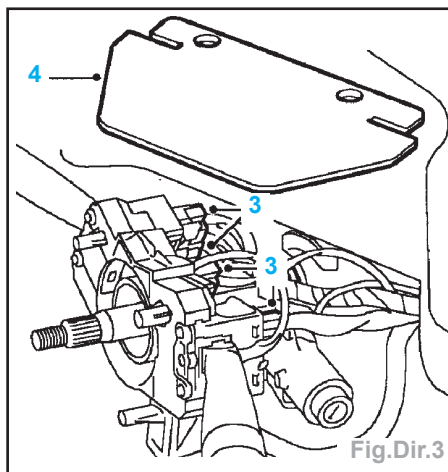
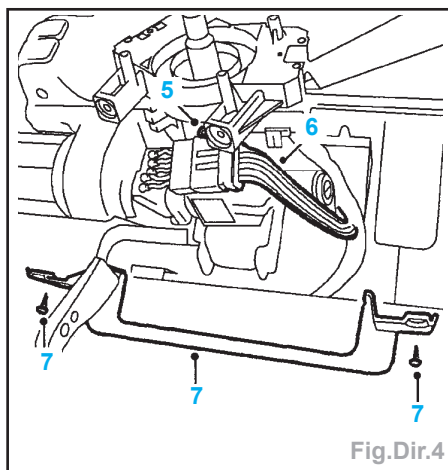

Fig.Dir.3
Fig.Dir.4
- Débrancher les 4 fiches multibroches (3) du commutateur des clignotants/essuie-glaces (Fig.Dir.3).
- Déplacer le capuchon en caoutchouc (4) de colonne monté sur le couvercle inférieur du groupe d'instruments.
- Desserrer la vis (5) maintenant le commutateur sur la colonne et le déposer (Fig.Dir.4).